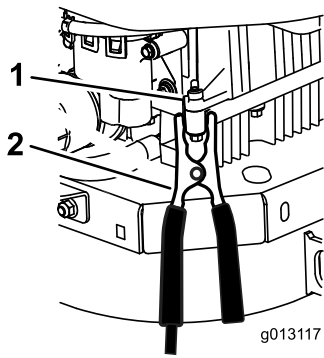

Figure 64
6. **Faites la dernière connexion sur le bloc moteur du véhicule en panne (PAS à la borne négative de la batterie) loin de la batterie et reculez-vous (Figure 64).**